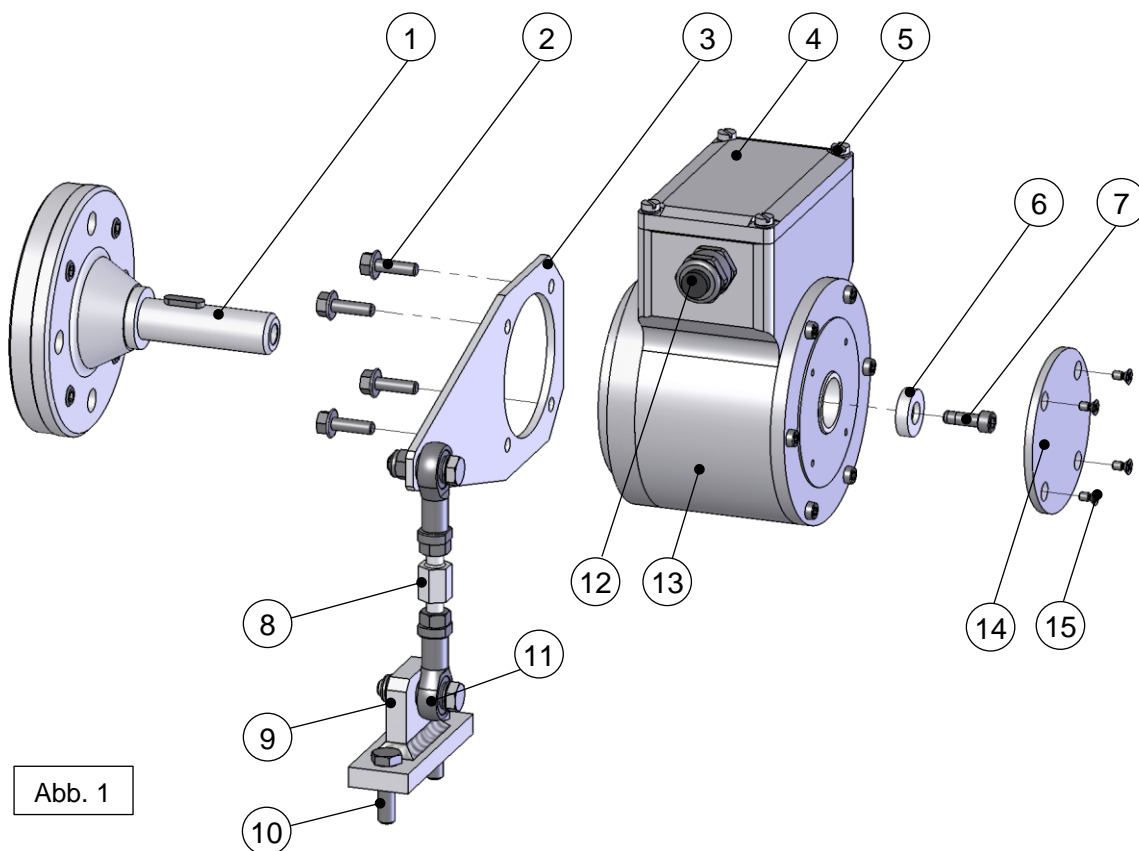

Abb. 1
5. Hohlwellengerät mit Hilfe von Axialspannscheibe (6) und Zylinderschraube (7) sichern. (Abb.1)
1. Klemmkastendeckel (5, Abb. 1:) öffnen.
2. Verschlussbolzen der Kabelverschraubung (12, Abb.1:) entfernen.